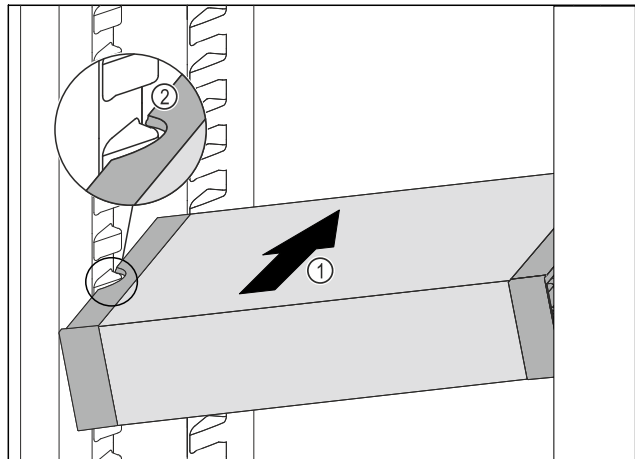

Fig. 117
- ▶ VarioSafe schräg in das Kühlteil einschieben Fig. 117 (1), bis sich die seitlichen Aussparungen Fig. 117 (2) des VarioSafes auf Höhe der Behälterrippe im Kühlteil befinden.